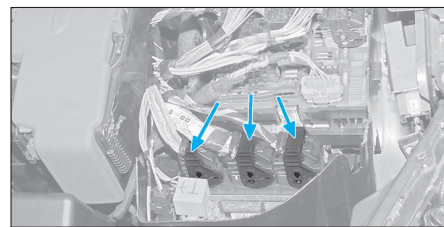

Fig. 53
- Débrancher les connecteurs du calculateur (Fig.53).